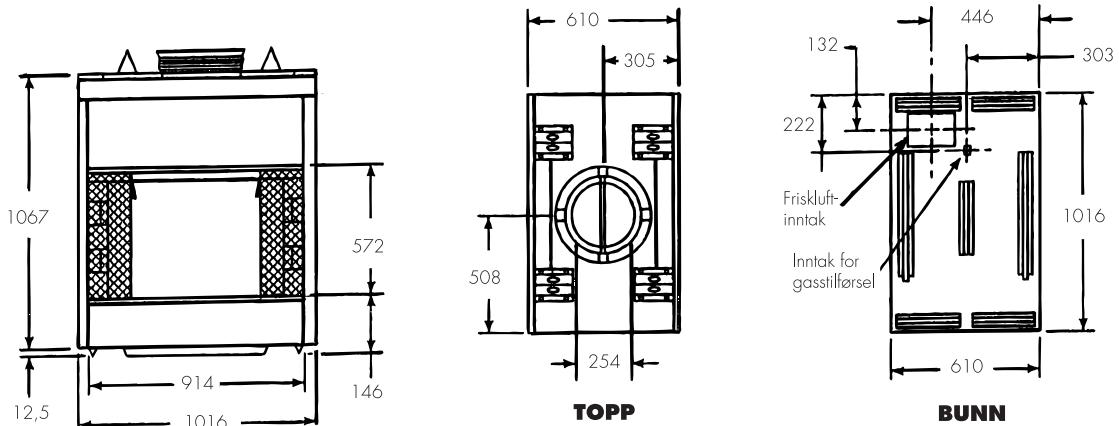

Fig. 24
- At eventuelt luftinntak blir montert før montering av skorsteinen. Inntaket for friskluft sitter på undersiden av peisinnsatsen. (Se fig. 24:bunn). Luftkanal føres fra yttervegg og opp gjennom gulvet fra underliggende rom, eller den kan legges i gulvet mellom bjelkelaget. Kanalen må isoleres for å hindre kondensdannelse.